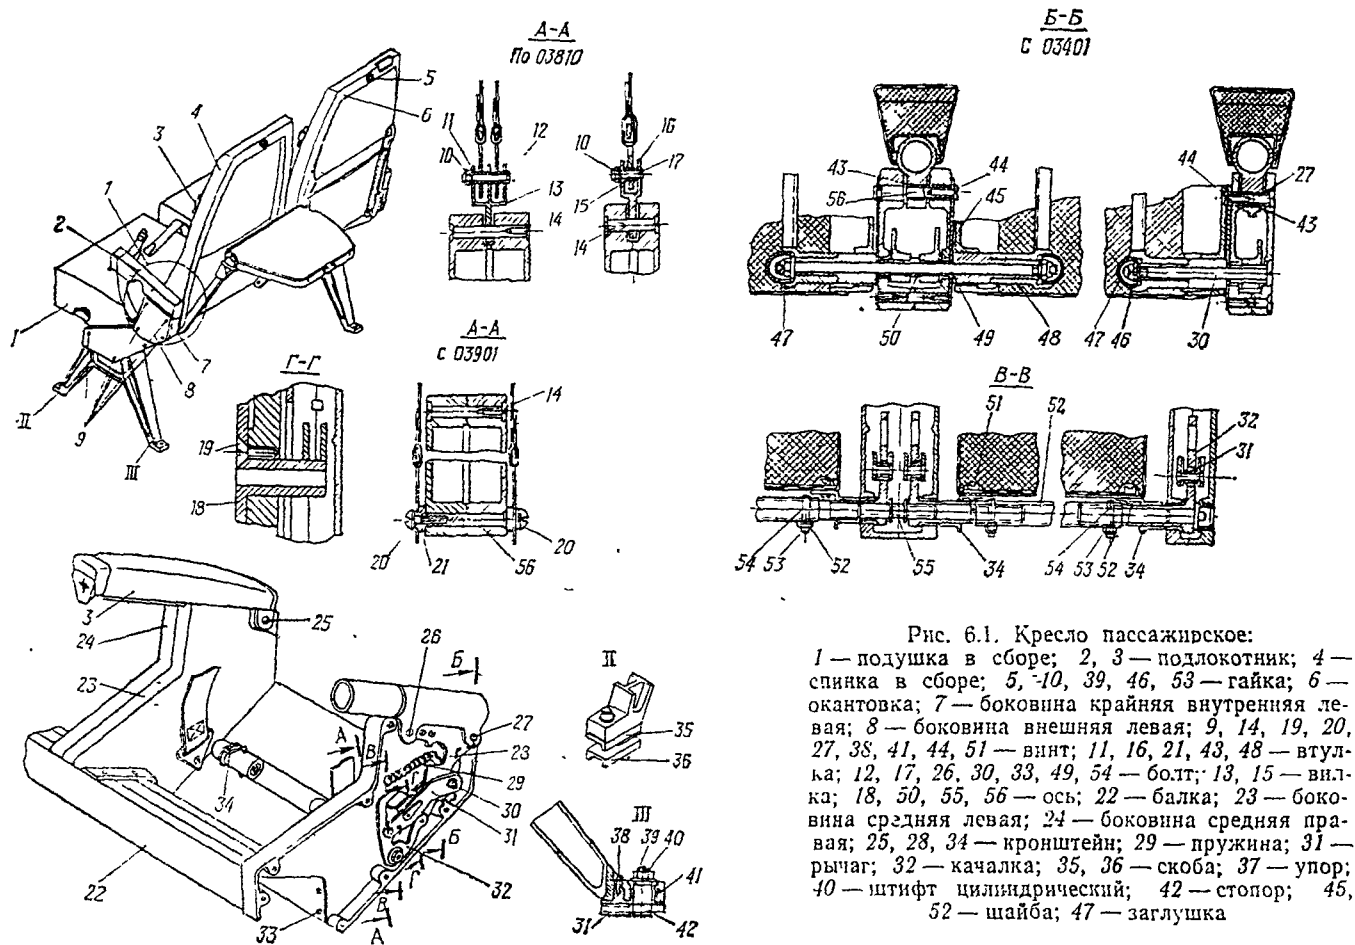

Рис. 6.1. Кресло пассажирское:
- выверните два болта 17 (рис. 6.1), снимите две гайки 10, две шайбы, две втулки 16 и снимите ремни с крайних боковин.
- отверните винт 27 (рис. 6.1) и при зафиксированном крайнем подлокотнике 2 выверните стопорный болт 20;
— выверните винты 9 (см. рис. 6.1) крепления боковины и снимите внешнюю боковину.
— снимите левую среднюю боковину 23 (рис. 6.1);
- отстегните шесть перчаточных кнопок и снимите чехол со спинки или выверните 14 винтов и снимите окантовку 6 (см. рис. 6.1);
- снимите ножки с балки 22 (рис. 6.1);